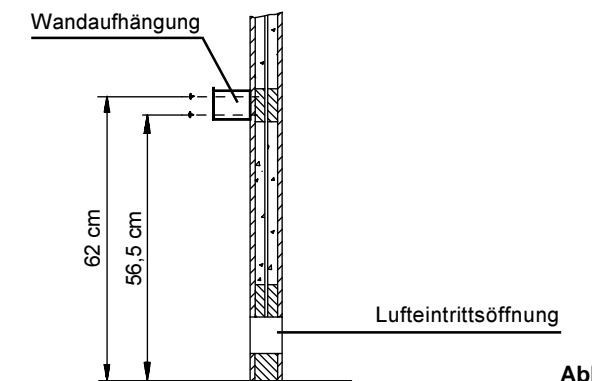

Abb. 5
- Wandhalterung gemäß Abb. 5 + 6 mittig über der Lufteintrittsöffnung mit den beigefügten Spanplattenschrauben an der Kabinenwand festschrauben.